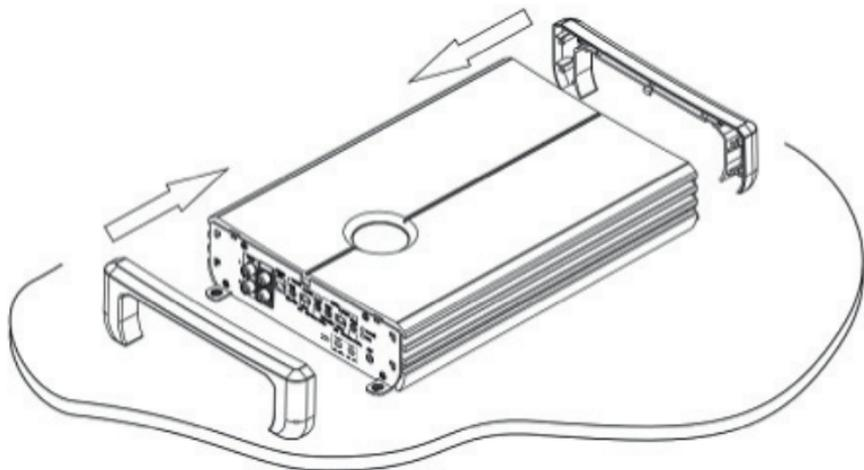

Рисунок 2:
3) После подключения всех необходимых кабелей, на торцы усилителя надеваются пластиковые крышки. На каждой крышке находится по 5 защелок, а на корпусе усилителя – по 5 отверстий в соответствующих местах. Чтобы установить крышку, просто надавите на нее обеими руками в направлении вдоль корпуса усилителя, как показано на рис.2